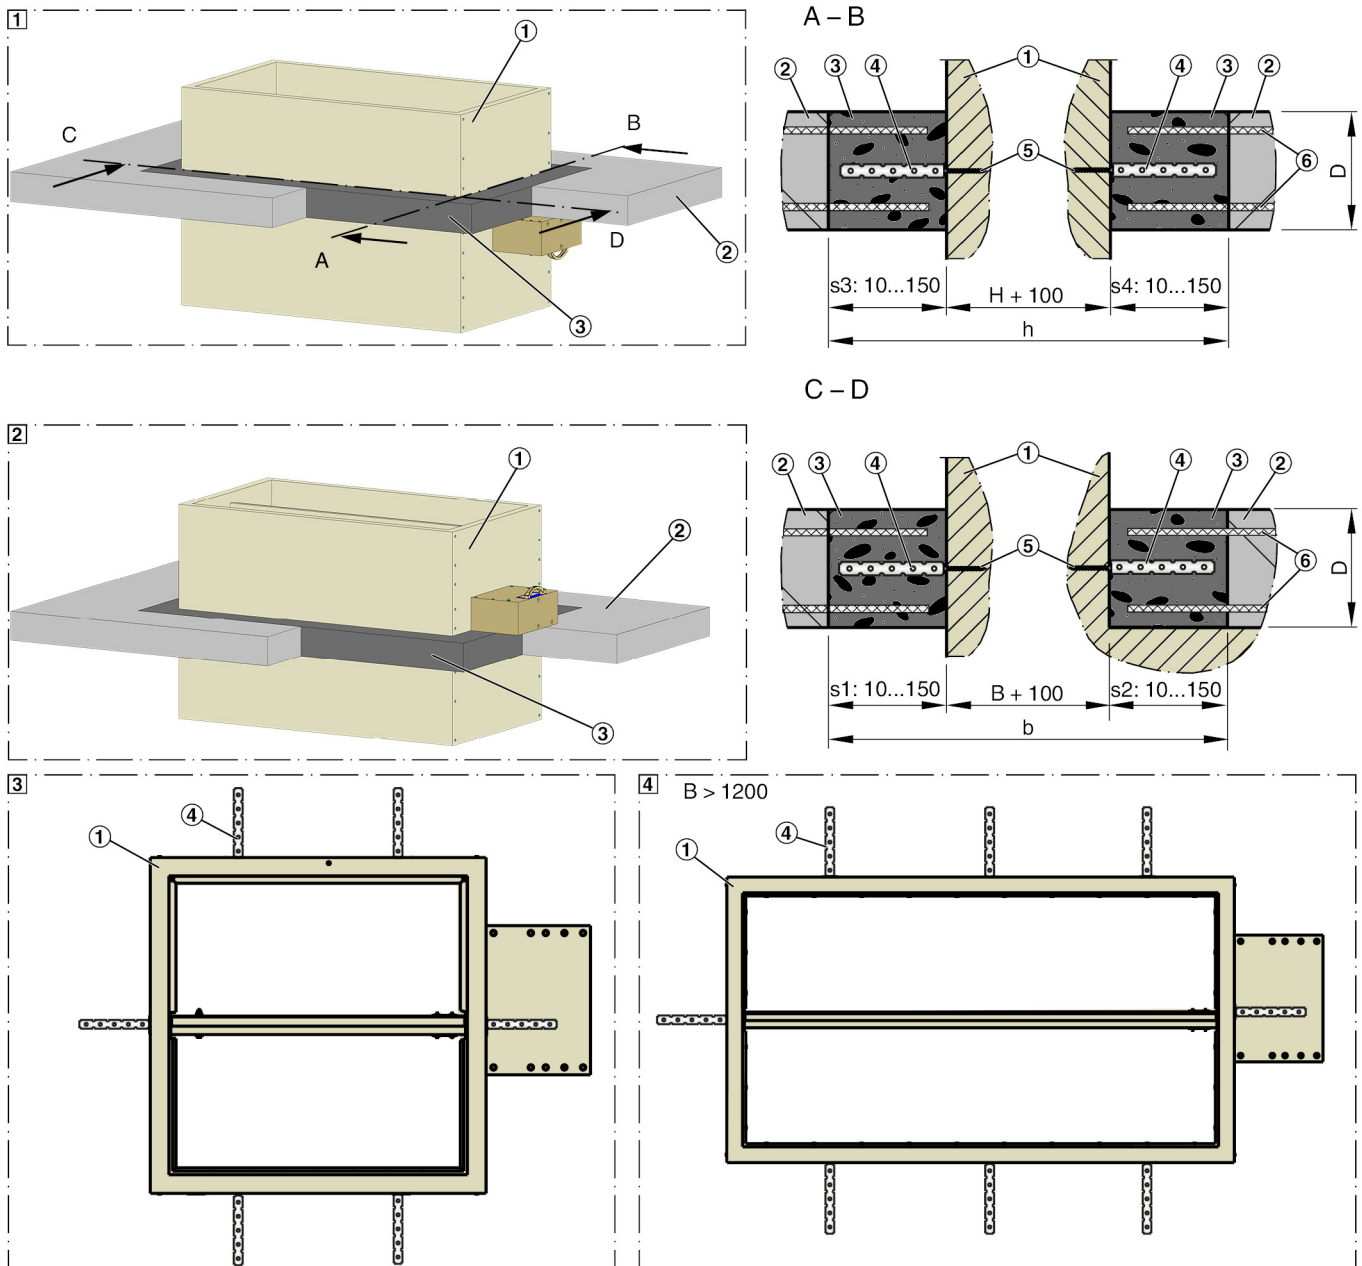

Abb. 15: Nasseinbau in Massivdecke, Klassifizierungsindex: h_{ow}
1. ▶ Einbauöffnung fachgerecht herstellen, siehe Abb. 15 .